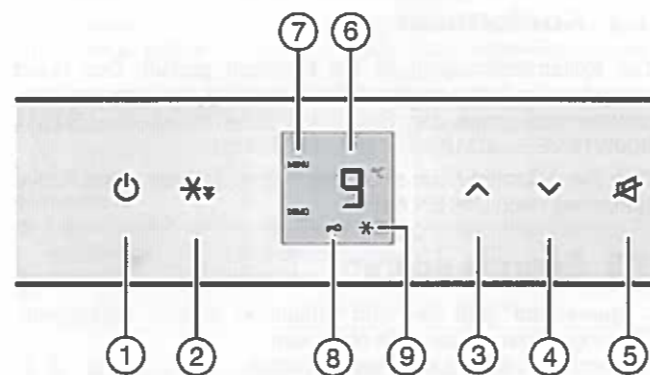

Fig. 2
- ▶ Taste On/Off Fig. 2 (1) drücken.
- ▶ Einstellmodus aktivieren: Taste Schnellkühlen Fig. 2 (2) ca. 5 s drücken.
- ▶ Zum Einschalten der Kindersicherung Taste Schnellkühlen Fig. 2 (2) kurz drücken.
- ▷ Das Symbol Kindersicherung Fig. 2 (8) leuchtet. In der Anzeige blinkt c.
- ▶ Zum Ausschalten der Kindersicherung Taste Schnellkühlen Fig. 2 (2) kurz drücken.
- ▷ Das Symbol Kindersicherung Fig. 2 (8) erlischt. In der Anzeige blinkt c.
- ▶ Einstellmodus deaktivieren: Taste On/Off Fig. 2 (1) drücken.
- ▶ Taste Alarm Fig. 2 (5) drücken.
- ▶ Temperatur wärmer einstellen: Einstelltaste Up Fig. 2 (3) drücken.
- ▶ Temperatur kälter einstellen: Einstelltaste Down Fig. 2 (4) drücken.
- ▶ Taste Schnellkühlen Fig. 2 (2) kurz drücken.
- ▷ Das Symbol Schnellkühlen Fig. 2 (9) leuchtet in der Anzeige.
- ▷ Das Symbol Schnellkühlen Fig. 2 (9) erlischt in der Anzeige.